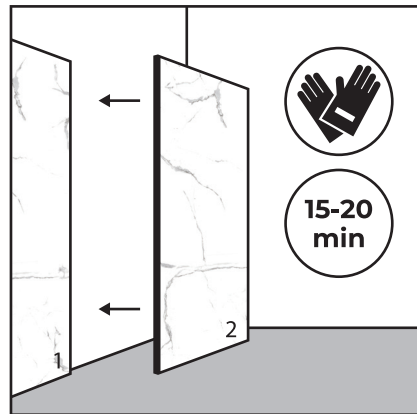

Figure 4
1. Place the panel against the wall with the adhesive side toward the wall (Figure 4). The adhesive will allow you to make positioning adjustments for 15-20 minutes (depending on the used brand). This time varies based of the humidity within the room where it is being installed. High humidity reduces the time and low humidity increases the time.
1. Placez le panneau contre le mur avec le côté adhésif vers le mur (Figure 4). L'adhésif vous permettra de faire des réglages de positionnement pendant 15-20 minutes (selon la marque utilisée). Ce temps varie en fonction de l'humidité dans la pièce où il est installé. Une humidité élevée réduit le temps et une faible humidité augmente le temps.